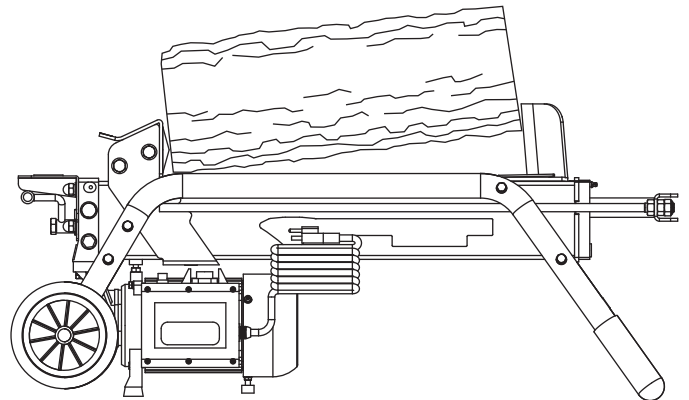

Figura 6
**SIEMPRE COLOQUE LOS LEÑOS FIRMEMENTE EN EL BASTIDOR DE LEÑOS Y LA MESA DE TRABAJO. ASEGÚRESE DE QUE LOS LEÑOS NO SE GIREN, BALANCEEN O DESLICEN MIENTRAS LOS ESTÁ PARTIENDO. NO PARTA LA PARTE SUPERIOR DEL LEÑO PARA FORZAR LA CUÑA. ESTO ROMPERÁ LA CUÑA O DAÑARÁ LA MÁQUINA. (CONSULTE LA FIGURA 6)**